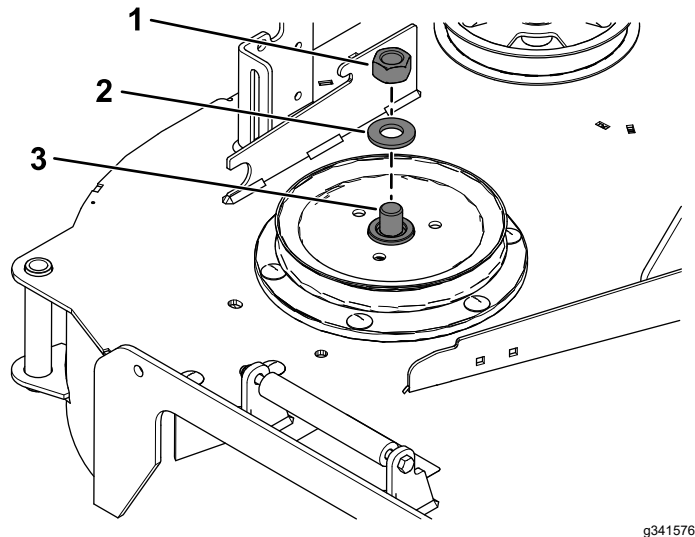

Figure 21
3. Avec une clé ($1\frac{1}{2}$ po), immobilisez l'axe de pivot pendant que vous retirez l'écrou hexagonal ($\frac{3}{4}$ po) et la rondelle de l'axe (Figure 21).